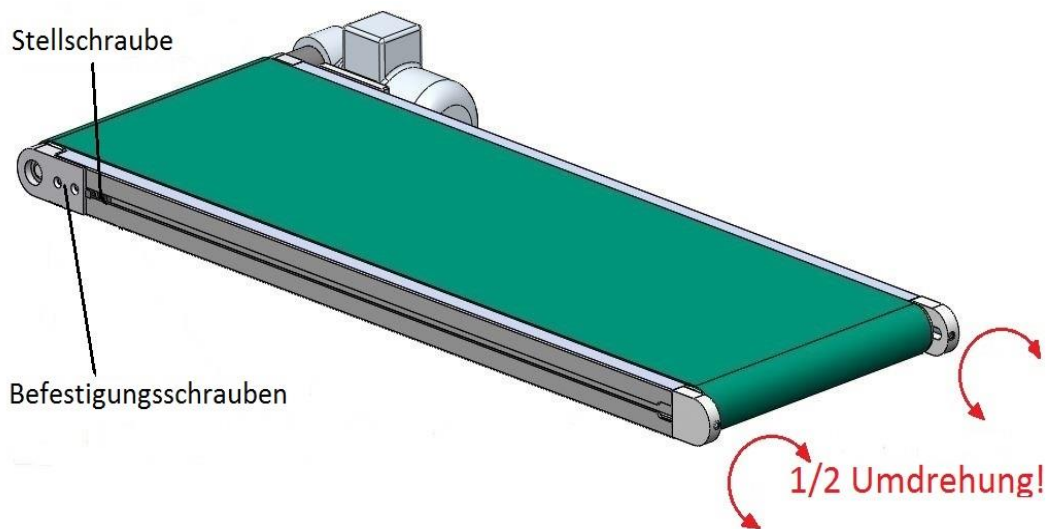

Bild 9
6. Die Feinjustierung des Gurtlaufes an der Umlenkseite erreicht man auf einfache Weise, indem die Spannschrauben an der Umlenkwalze während des Laufens des Gurtförderers rechts bzw. links mit z.B. halben Umdrehungen gedreht werden (Bild 9). Wenn der Gurt zu einer Seite abläuft, muss die Spannschraube an dieser Seite angezogen werden.